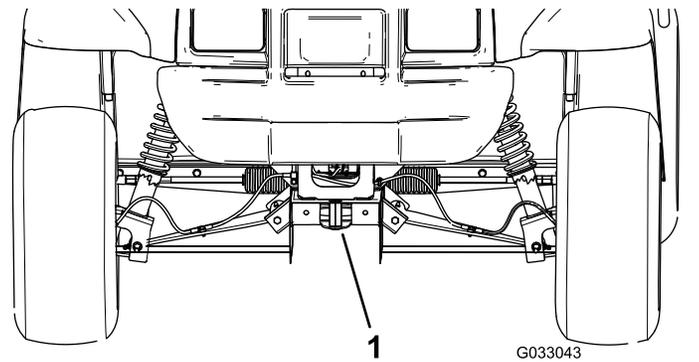
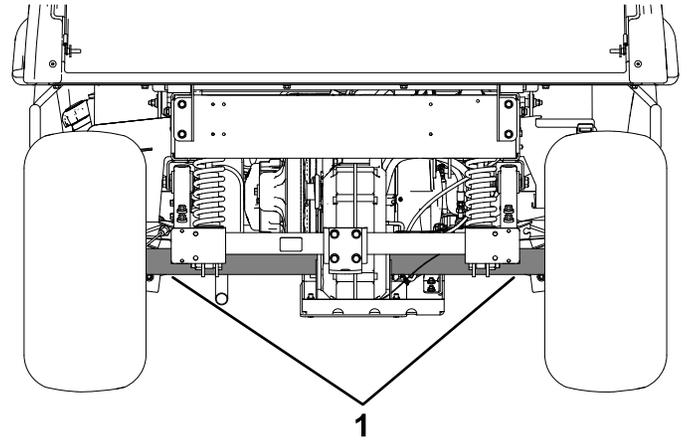

Bild 17
Bild 18
In Bild 17 und Bild 18 finden Sie die Vergurtungsstellen der Maschine.
2. Befestigen Sie ein Abschleppseil an der Zunge vorne am Maschinenrahmen (Bild 17).